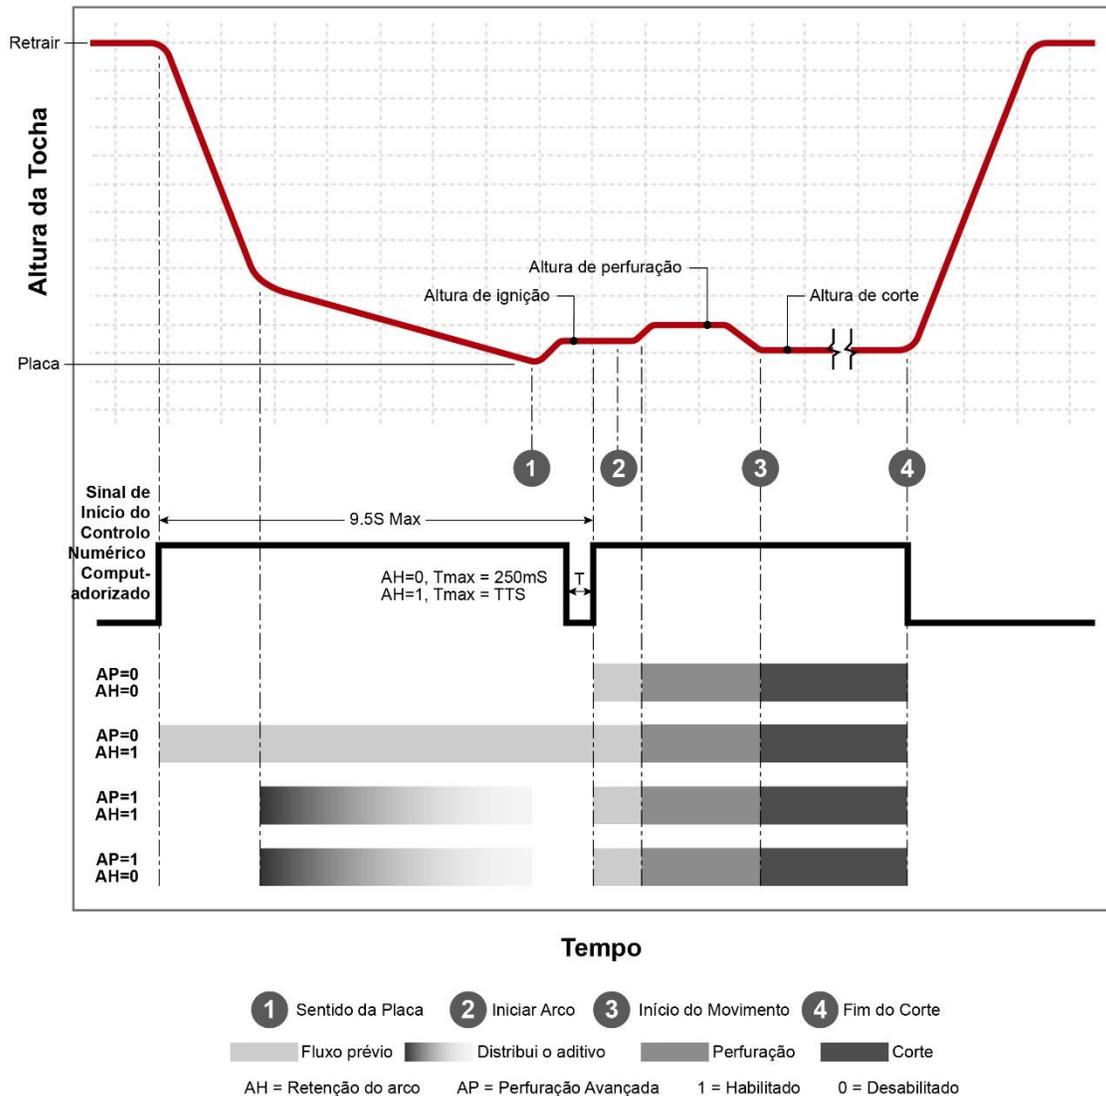

Figura 4: Diagrama de tempo de DES
- Quando o escudo de H2O for selecionado, o recurso Retenção de Arco será substituído e ficará inativo. No entanto, a exigência de DES ainda é necessária. O plasma será acionado na segunda borda ascendente – consulte temporização AP=0, AH=0 em Figura 4.